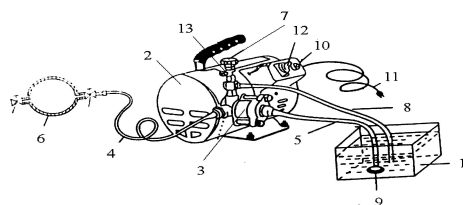

Рис. 1
4.1. Насос испытательный электрический САТУРН НИЭ-6-60 (см. рис. 1) состоит из бака 1 (упаковочная тара или любая подходящая чистая емкость), электронасоса 2, нагнетательного трубопровода (подающего шланга) 4 с регулятором давления 3, предохранительного клапана давления 13, всасывающего шланга 5 с фильтром 9 и дренажного шланга 8.